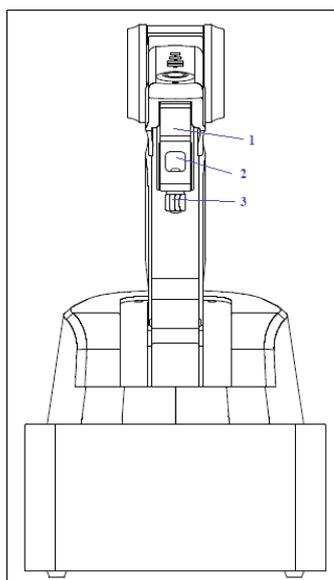

Рисунок 13 – Манипулятор (вид спереди), где 1 – блок инструмента; 2 – гнездо фиксатора блока инструмента; 3 – прижимной винт
Перед началом работы модуль захвата пишущих инструментов закрепляется на блоке инструмента – держатель захвата пишущих инструментов устанавливается в гнездо фиксатора блока инструмента и закрепляется прижимным винтом (Рисунок 13).
- Поворотный модуль инструмента установите в гнездо фиксатора блока инструмента и закрепите прижимным винтом (Рисунок 13). Провода поворотного модуля подключите к разъему 3 на панели разъемов верхнего плеча (Рисунок 4).
- Поворотный модуль инструмента установите в гнездо фиксатора блока инструмента и закрепите прижимным винтом (Рисунок 13). Провода